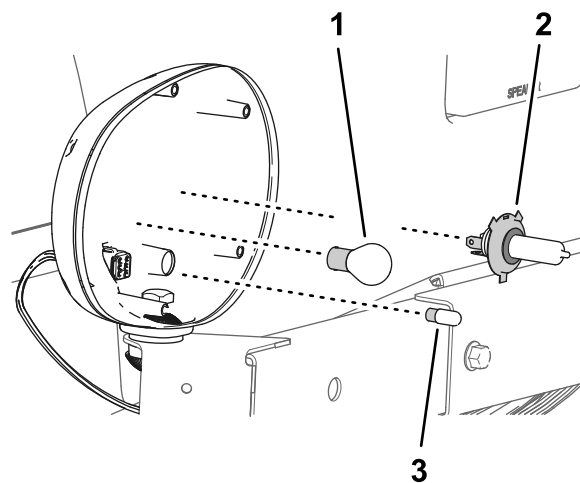

**Figura 73**
2. Retire os 6 parafusos que prendem a luz de trabalho (Figura 73).
3. Retire a tampa da luz de trabalho (Figura 73).